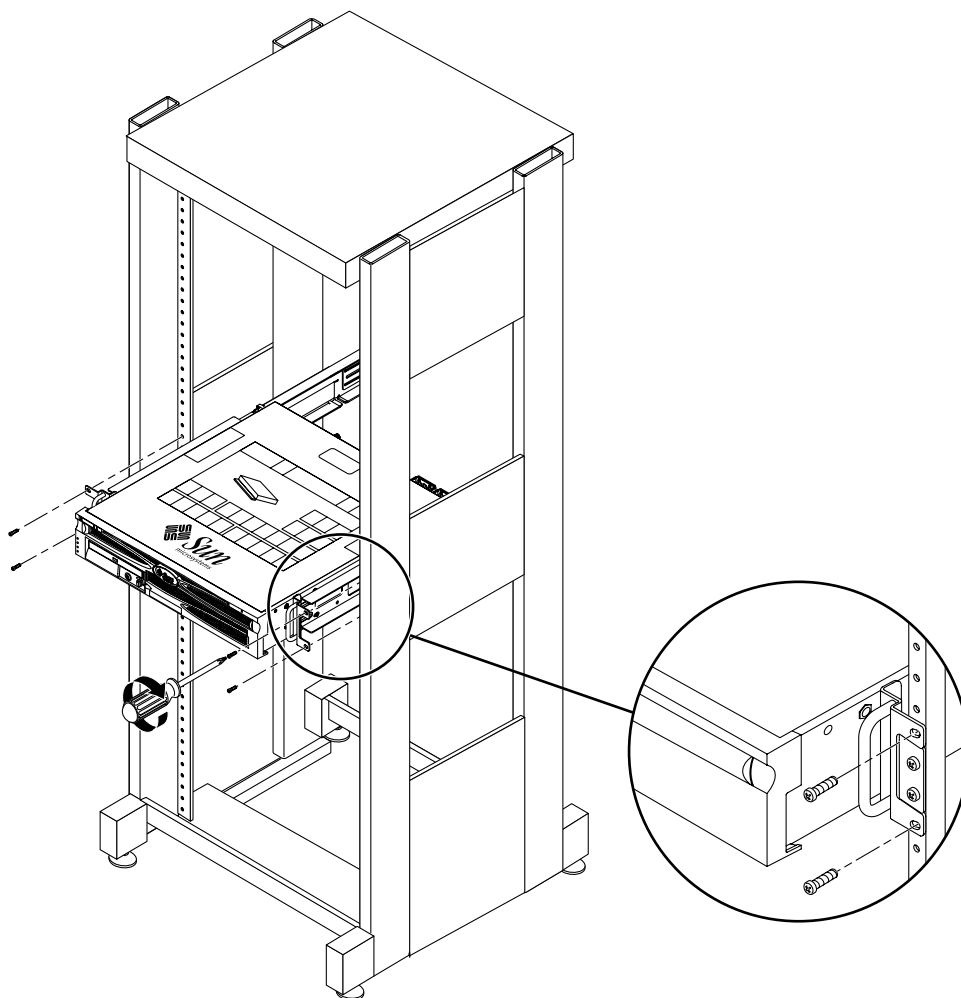

BILD 3-22 Skruva fast serverns framsida i rackets framsida
17. Vid rackets framsida använder du två skruvar per sida för att skruva fast serverns sidoskenor i rackets framsida (BILD 3-22).